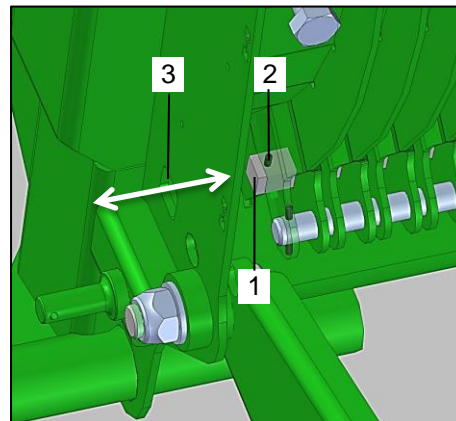

Bild 121: Messerführung
Überprüfen Sie den Vierkant / Flachstahl für die Messerführung (Bild 121 / Pos.1) auf Verschleiß. Bei Verformung oder starker Abnutzung muss der Vierkant / Flachstahl (Bild 121 / Pos.1) ausgetauscht werden. Gehen Sie hierbei wie folgt vor:
- Entfernen Sie die Splinte (Bild 121 / Pos. 2) auf beiden Seiten des Vierkants (Bild 121 / Pos.1).
- Führen Sie z.B. einen Splinttreiber durch die Montageöffnung (Bild 121 / Pos. 3) im Rahmen und treiben Sie den Vierkant / Flachstahl (Bild 121 / Pos.1) auf der Gegenseite heraus.
- Entnehmen Sie den Vierkant / Flachstahl (Bild 121 / Pos.1).
- Führen Sie den neuen Vierkant / Flachstahl durch die Montageöffnung (Bild 121 / Pos. 3) hindurch und treiben Sie diesen zurück in die ursprüngliche Position.
- Sichern Sie den Vierkant (Bild 121 / Pos.1) auf beiden Seiten mit einem Splint (Bild 121 / Pos.2).